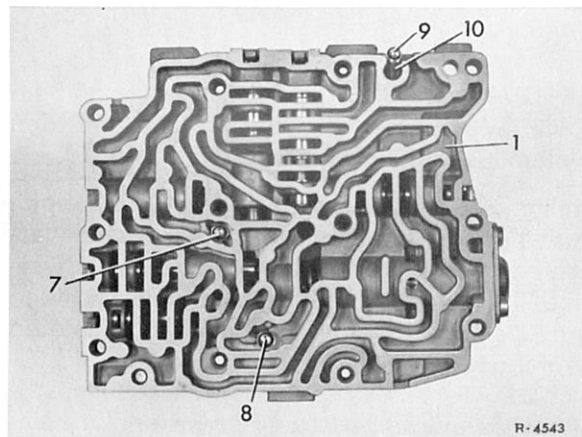

Bild 27-8/14
21 Kugel mit 7 mm Ø (7) vom Einweg-Drosselventil K 1, Kugel mit 7 mm Ø (8) vom Einweg-Drosselventil K 2 und Feder (10) samt Kugel mit 5,5 mm Ø (9) in das Schaltchiebergehäuse-Oberteil (1) einlegen (Bild 27-8/14).